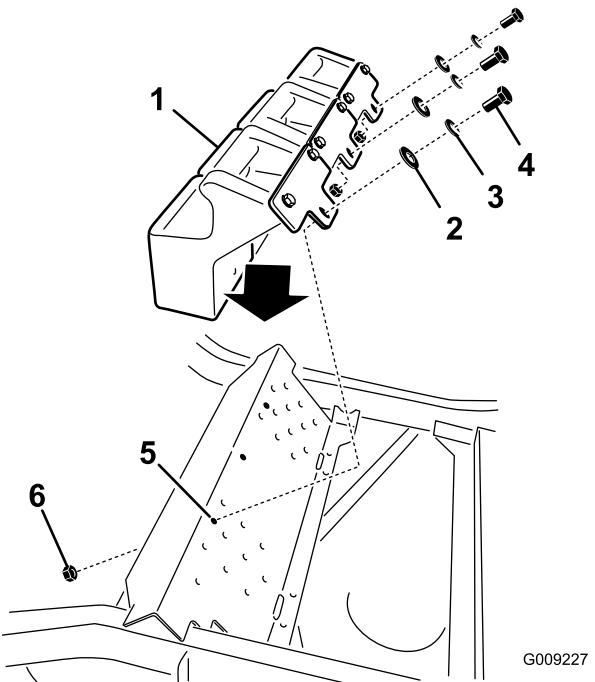

Figure 35
- Installez les masses avant sur le repose-pied (Figure 35).
- Fixez les masses avant sur le haut du repose-pieds et sur le support de montage de masse au moyen de 6 boulons (3/8 x 1"), 6 rondelles-freins et 3 écrous à embase (3/8") (Figure 35).